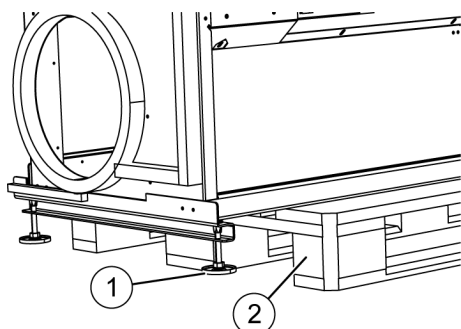

Abb. 24: Stellfüße montieren
- 5.** ➔ Palette (Abb. 24/2) anheben und Stellfüße (Abb. 24/1) mit jeweils 6 Umdrehungen wieder montieren.